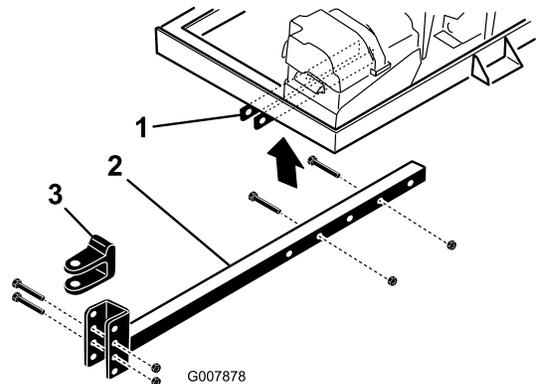

Figure 4
2. Insérez le tube d'attelage dans les supports du cadre (Figure 4). Fixez le tube au cadre à l'aide de 2 boulons ($\frac{3}{8}$ x 3 po) et écrous à embase ($\frac{3}{8}$ po) serrés à 40 N·m (30 pi-lb).
- Retirez les boulons et les contre-écrous qui fixent la chape d'attelage (Figure 4) au tube d'attelage.
- Retirez les boulons et écrous qui fixent le tube d'attelage aux supports du cadre (Figure 4).